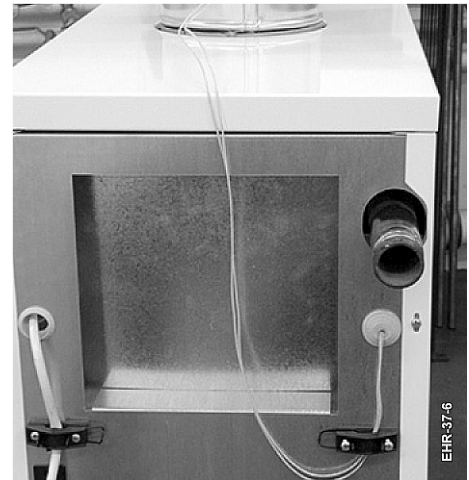

Fig. 24
- Voer de 2 draden door de draadklem op de achterzijde van de ketel en steek ze vervolgens door de kabeldoorvoer (zie fig. 24).